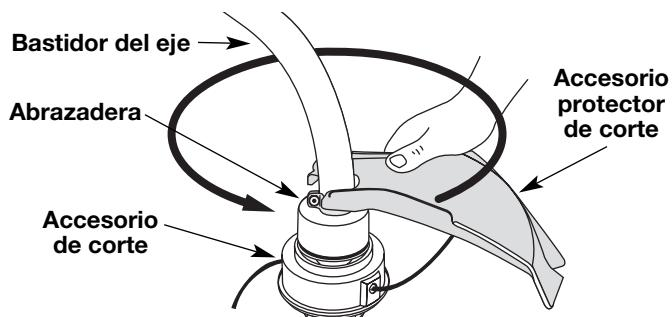

Figure 4
- Empuje el accesorio protector de corte hacia abajo hasta la parte superior del ensamble del accesorio de corte y luego gire el accesorio protector de corte hasta que los orificios de los tornillos se alineen y la protección quede en la cavidad cóncava (Fig. 4).